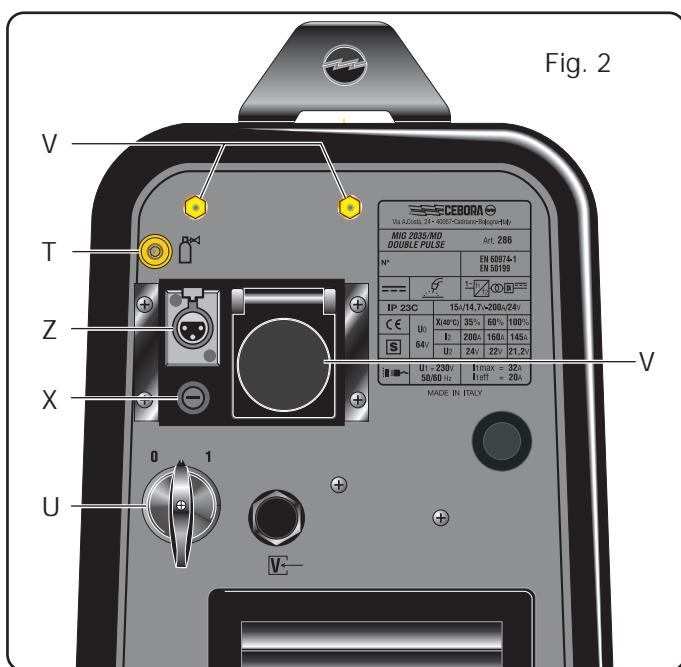

Fig. 2
3.3 KONTROLLER PÅ BAKRE PANEL (fig. 2)